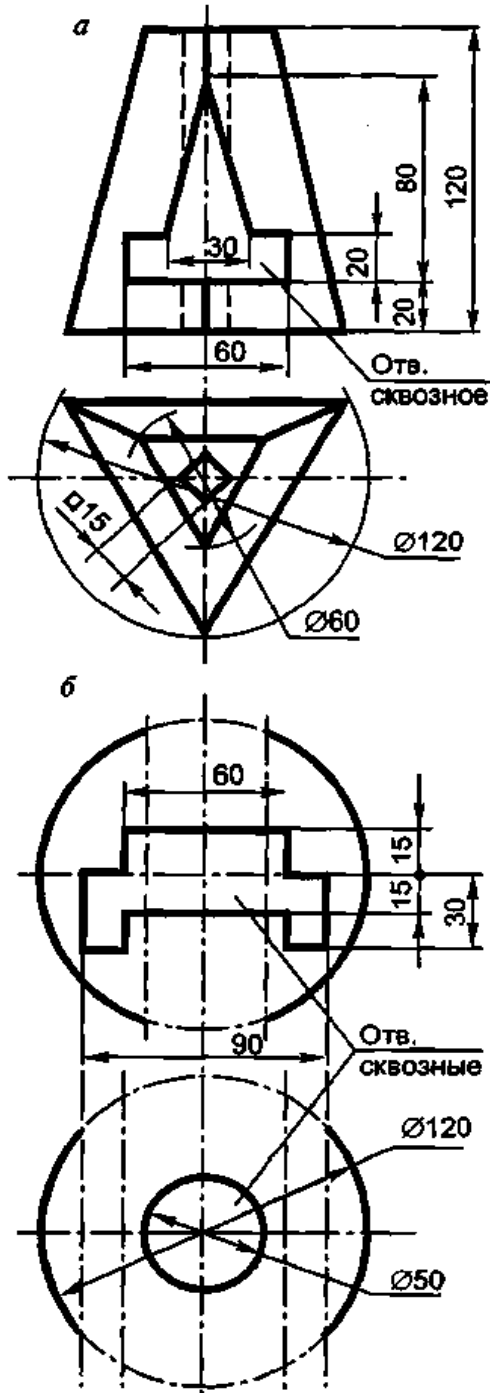

Рис. 2.19
9. Выполнить чертежи треугольной пирамиды (а) и сферы (б) с окнами в трех проекциях с тремя разрезами каждой (рис. 2.19).